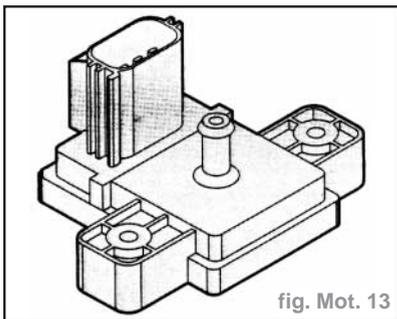

fig. Mot. 13
- Le capteur **MAP** est en communication avec le collecteur d'admission à travers un tuyau de dépression et mesure la pression absolue dans le système d'admission. (fig. Mot. 13).